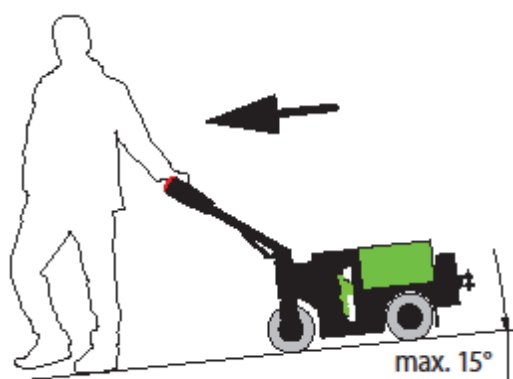

Fig. 7
- Colóquese al lado del timón y de espaldas al Movexx y al carro. Esta es la posición de arrastre. Para evitar ser atropellado, deberá mantenerse a suficiente distancia del Movexx y del carro. En esta posición, el Movexx se podrá desplazar tanto en superficies planas, como en una pendiente cuesta abajo (siempre que la máquina tenga un freno). (Fig. 7)